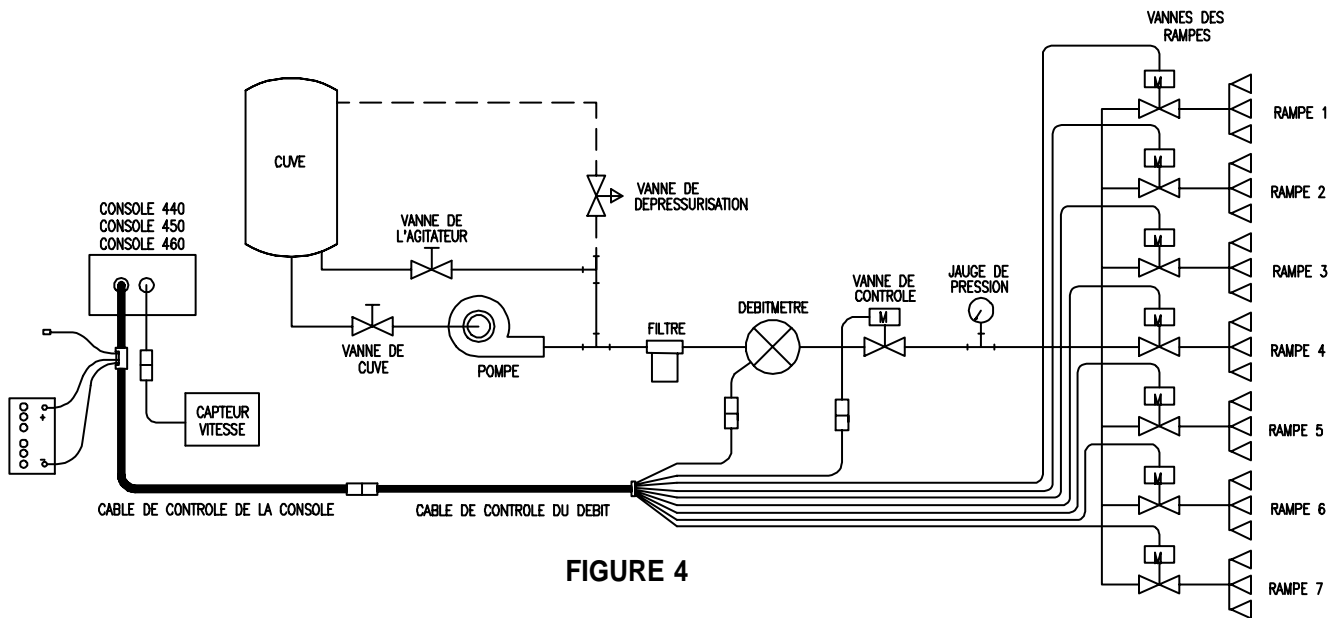

FIGURE 4
1. Raccorder le débitmètre à proximité des vannes de rampe, voir figure 4. Les produits chimiques qui passent par le débitmètre doivent aller uniquement vers les rampes, c-a-d qu'il n'y a pas de tuyau de retour vers le réservoir ou la pompe après le débitmètre.